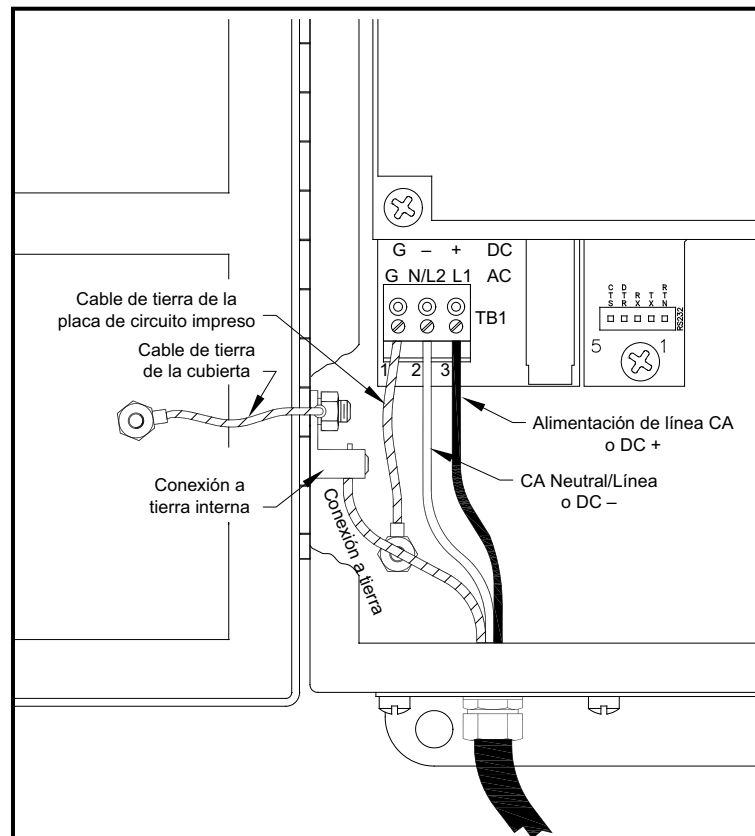

Figura 3: Cableado de la alimentación de línea
Consulte to *Figura 3 en la página 7* o *Figura 9 en la página 18* para ubicar el bloque de terminales TB1 y conecte la alimentación de línea de la siguiente manera:
3. Conecte el cable de tierra a la conexión a tierra interna ubicada en el panel lateral de la carcasa (consulte *Figura 3* a continuación).
4. Conecte el cable neutro o de línea (o el cable negativo – de alimentación de CC) a TB1-2 y el cable de alimentación de línea (o el cable de alimentación CC positivo +) a TB1-3 como se muestra en la *Figura 3* a continuación.